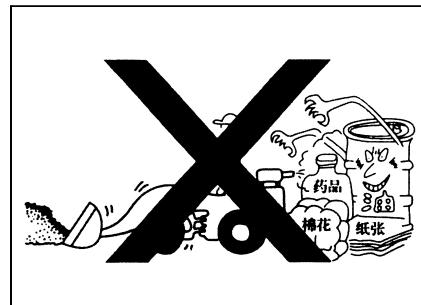

Рис. 1-73
- Если выхлопные газы из шумоглушителя выброшены на легковоспламеняющиеся предметы или выхлопные трубы находятся близко к легковоспламеняющимся предметам, то, возможно, возникает пожар. Поэтому в месте с маслами, ватой, бумагой, сухими травами, химикатами и другими опасными или легковоспламеняющимися предметами следует обращать большое внимание (рис. 1-73).